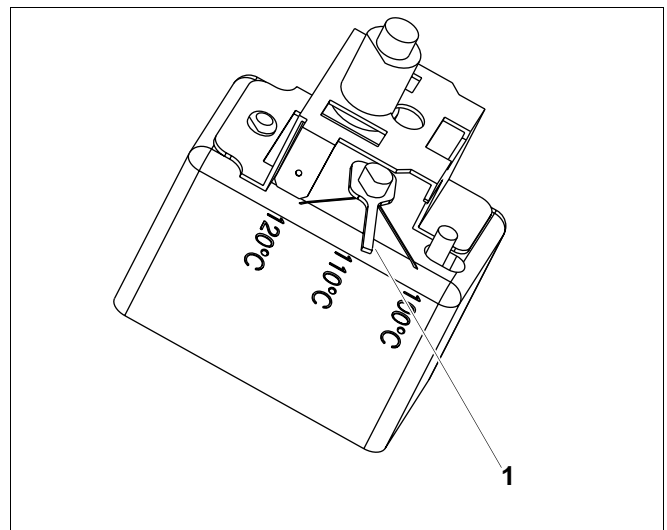

Abb. 4 Variante B
### 2.2.2 Abb. 4 Variante B
- Stellhebel (Abb. 4, **Pos. 1**) auf entsprechende Temperatur stellen.